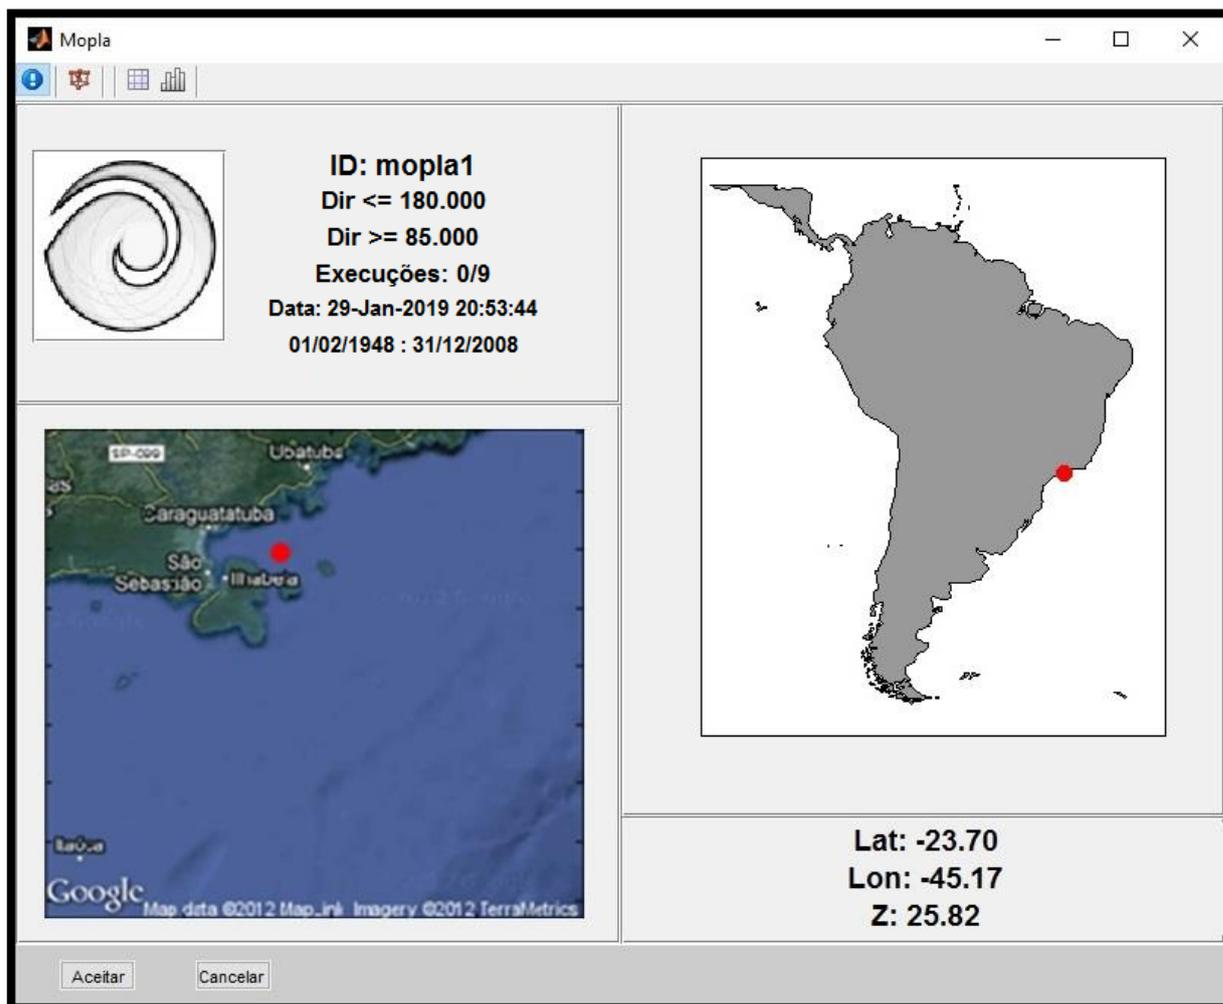

Figura 35 – Janela MOPLA que abre após a criação dos casos.
Em seguida, aparece uma nova janela: “MOPLA” (Figura 35), através da qual serão especificadas as características de cada um dos casos para propagar, como está descrito a seguir:
- **Janela “Info”** (): Trata-se de uma janela informativa. Fornece a posição do ponto DOW eleito (ponto vermelho), a informação do intervalo de direções das ondas incidentes a se propagar (definido pelo usuário no tópico anterior) e do número possível de casos para executar (nove execuções, pois são três casos em três níveis de maré) (ver Figura 35);